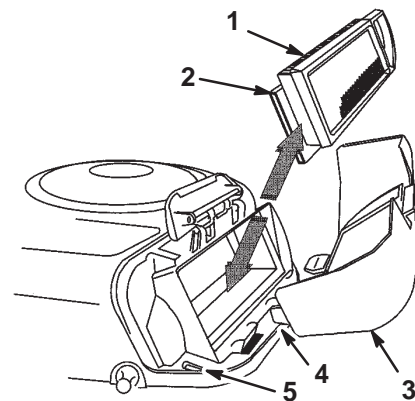

Bild 24
8. Schieben Sie den Papier- und den Schaumeinsatz vorsichtig vom Gebläsegehäuse herunter (Bild 24).
2. Fluchten Sie die Nasen des Luftfilterdeckels mit den Schlitten im Gebläsegehäuse aus (Bild 24).